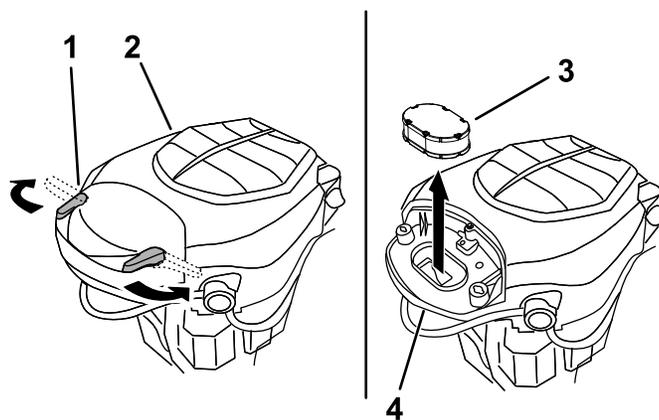

図 38
3. カバーを元通りに取り付けてラッチで固定する 図 38。